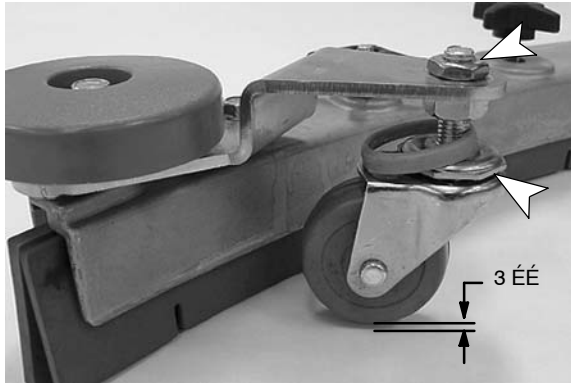

РИС. 55
1. Чтобы проверить правильность регулировки узла швабры, снимите узел швабры с машины и разместите его на ровной поверхности. Замеряйте расстояние между колесиком и поверхностью. Оно должно составлять приблизительно 3 мм (Рисунок 55).
- Для регулировки самоориентирующегося колесика открутите верхнюю гайку и снимите пластиковую крышку подшипника, чтобы получить доступ к регулировочной гайке. Поворачивайте регулировочную гайку до достижения правильной регулировки (Рисунок 55). После регулировки затяните верхнюю гайку и установите на прежнее место пластиковую крышку подшипника. Повторите эту операцию для другого колесика.